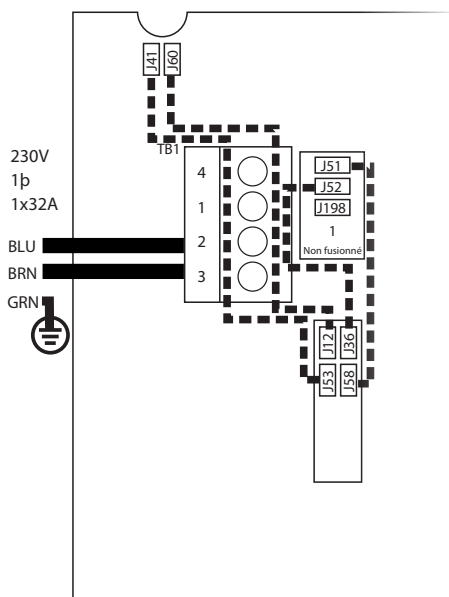

Figure 1
### TELLE QUE FABRIQUÉE: CONNEXION SIMPLE (Figure 1)
1. Retirez tous les cavaliers comme indiqué par les lignes pointillées sur la Figure 1 (page précédente).
### TELLE QUE FABRIQUÉE : CONNEXION SIMPLE (Figure 1)